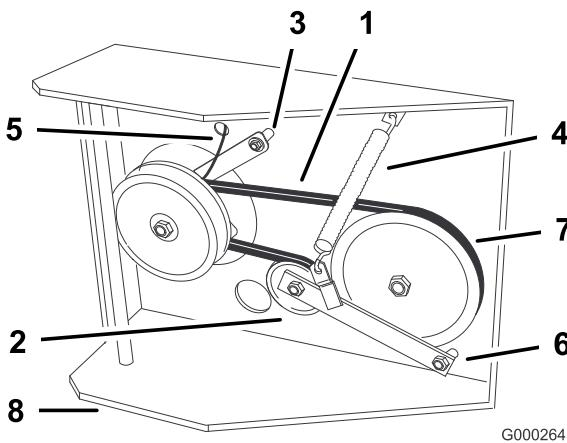

Figura 49
- Desconecte el soporte del embrague de la carcasa del motor (Figura 49).
- Desenganche el muelle tensor del lado del bastidor (Figura 49).
- Apriete el perno del pivot a 47-54 Nm (35-40 pies-libra). Instale el muelle tensor entre la brazo de la polea tensora y el soporte del bastidor (Figura 49).
- Instale el tirante del embrague en la carcasa (Figura 49)